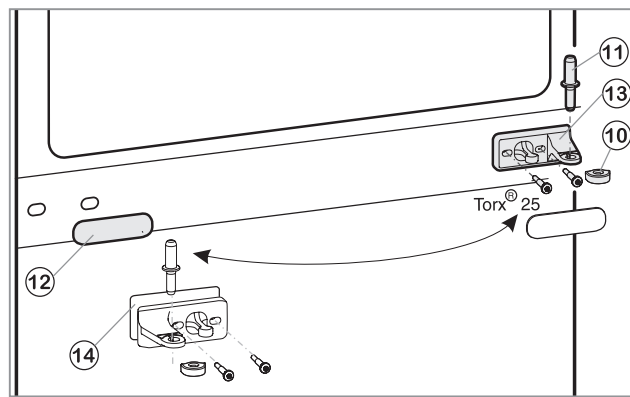

Fig.2
- Prostřední ložiskový čep Fig. 2 (11) vytáhněte ze stojanu ložiska a spodních dveří.
- Plastovou čepičku Fig. 2 (10) stáhněte.
- Stojan ložiska uprostřed Fig. 2 (13) odšroubujte (2 krát Torx® 25).
- Krytku Fig. 2 (12) opatrně stáhněte.
- Prostřední stojan ložiska Fig. 2 (13) s podložkou Fig. 2 (14) přišroubujte otočený o 180° na novou stranu závěsu (s 4 Nm).
- Krytku Fig. 2 (12) otočenou o 180° zasuňte na nové straně madla.
- Plastovou krytku Fig. 2 (10) nasadte zase na prostřední stojan ložiska Fig. 2 (13).
- Prostřední ložiskový čep Fig. 2 (11) vložte přes prostřední pouzdro ložiska Fig. 2 (13) do spodních dveří na nové straně závěsu.
- Horní dvířka usaďte na prostředním ložiskovém čepu Fig. 2 (11).
- Dveře případně pomocí obou podélných děr ve spodním stojanu ložiska a v prostředním stojanu ložiska Fig. 2 (13) vyrovnejte tak, aby licovaly. Vyšroubujte prostřední šroub na stojanu ložiska dole.